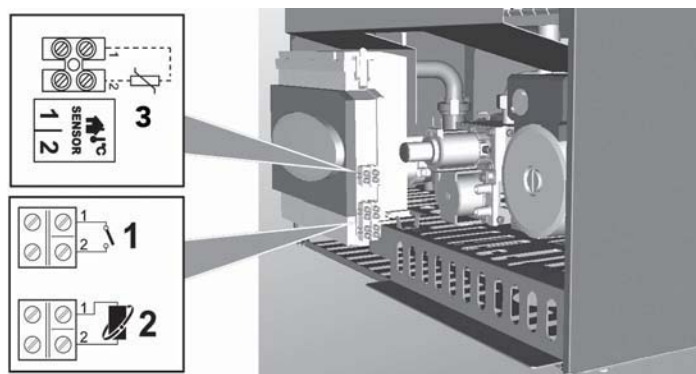
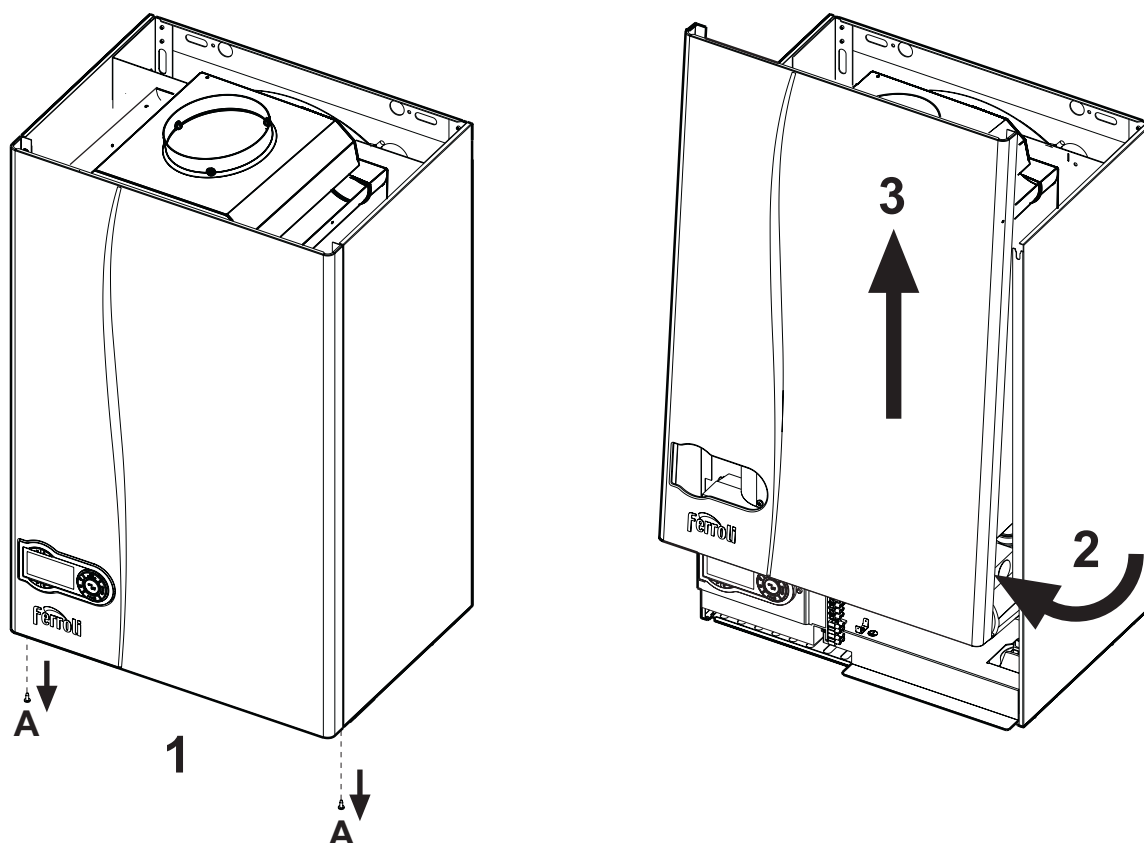

fig. 21 - Accesso alla morsettiera
fig. 24 - Apertura mantello
Dopo aver rimosso il pannello anteriore della caldaia (vedi fig. 24), è possibile accedere alla morsettiera per il collegamento della sonda esterna (part. 3 fig. 21), del termostato ambiente (part. 1 fig. 21) oppure del cronocomando remoto (part. 2 fig. 21).
1. Svitare le viti A (vedi fig. 24).
2. Ruotare il mantello (vedi fig. 24).